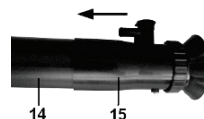

Рис. 9
Вставьте распылительную насадку (15) в удлинительную трубку (14) до упора (Рис. 9).